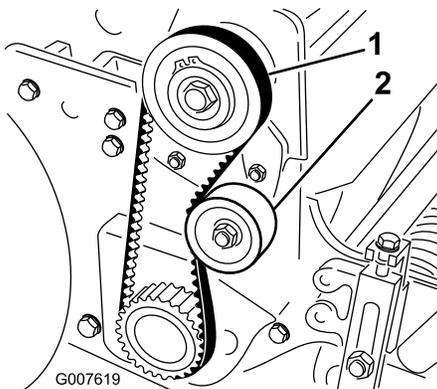

図 29
2. プーリ間の中央 (図 29) でベルトを 1.8～2.2 kg 程度の力で押して点検します。ベルトのたわみが 6 mm 程度あれば適正です。
- A. アイドラ・プーリ固定ナットをゆるめ、プーリを右に回してベルトの背に押しつけて、適当な張りを出す (図 29)。